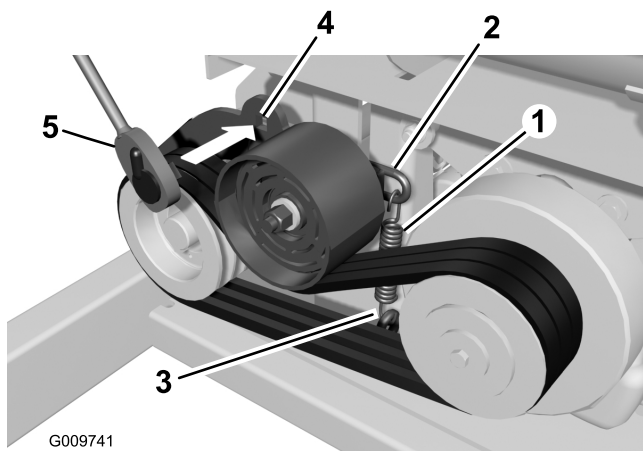
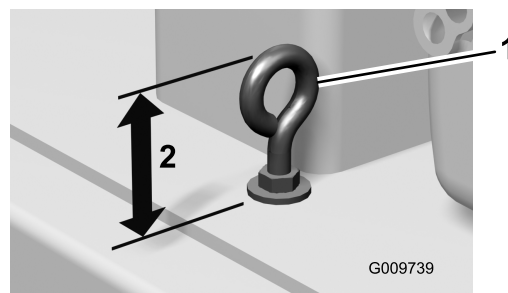

Рисунок 55
Рисунок 58
2. Проверьте состояние ремня (Рисунок 55).
- В. Вставьте торцевой ключ в квадратное отверстие маятникового рычага и поверните ключ вверх (Рисунок 55).
4. Чтобы увеличить натяжение пружины и, следовательно, натяжение ремня, укоротите высоту рым-болта, для чего отпускайте верхнюю гайку рым-болта и затягивайте нижнюю (Рисунок 55 & Рисунок 58).